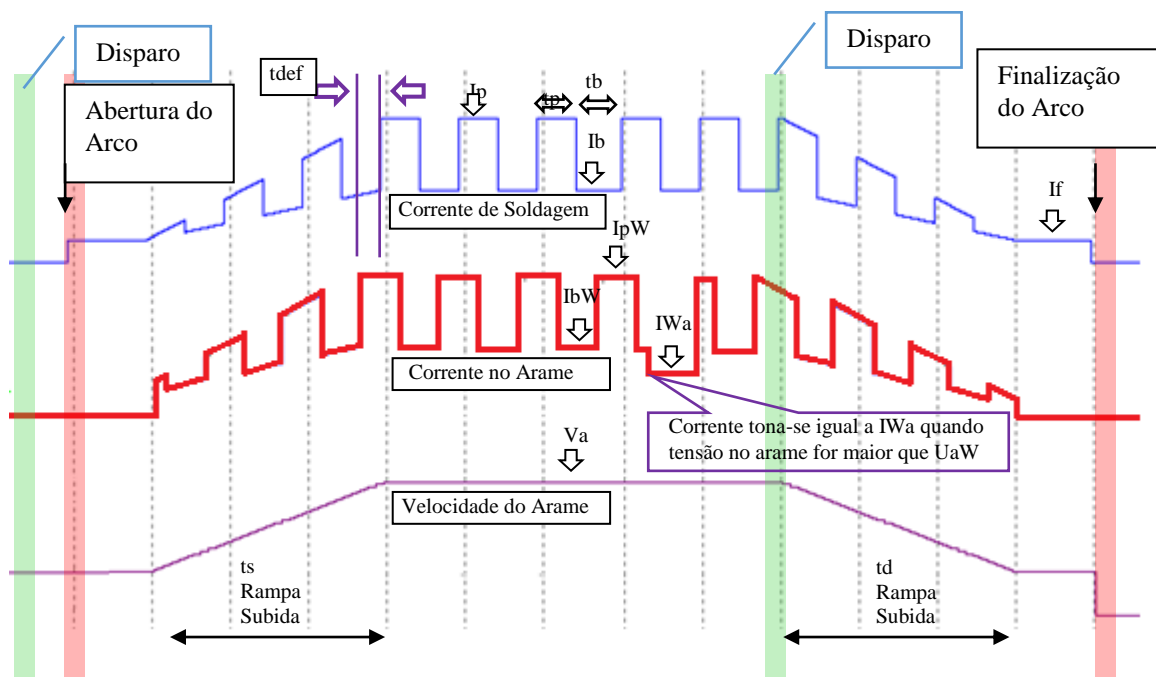

Figura 13.1 – Diagrama dos sinais THW.
O TIG HOT-WIRE pode operar em diferentes configurações. Com corrente constante ou pulsada no arco ou no arame, e ainda, com o arame na polaridade positiva (CC+), negativa (CC-) ou alternada (CA). Na figura 13.1 é apresentada um diagrama dos sinais. A obtenção de corrente constante no arco, no arame ou ambos, é obtida igualando-se os valores de pulso e de base. A corrente alternada no arame é obtida ajustandos  $I_{pW}$  e  $I_{bW}$  em polaridades diferentes.
Na opção **CONFIGURAR** tem-se as variáveis  $U_{cc}$ ,  $I_{cc}$ ,  $I_f$ ,  $t_s$ ,  $t_{df}$  e  $t_d$ . As duas primeiras ( $U_{cc}$  e  $I_{cc}$ ) são relativas a abertura do arco por toque. O valor de  $I_{cc}$  dependerá do diâmetro do eletrodo TIG, na maioria das aplicações o valor recomendado é entre 15 e 20 A, sendo  $U_{cc}$  um valor entre 4 a 6 V. As demais variáveis desta opção já foram apresentadas na figura 13.1.